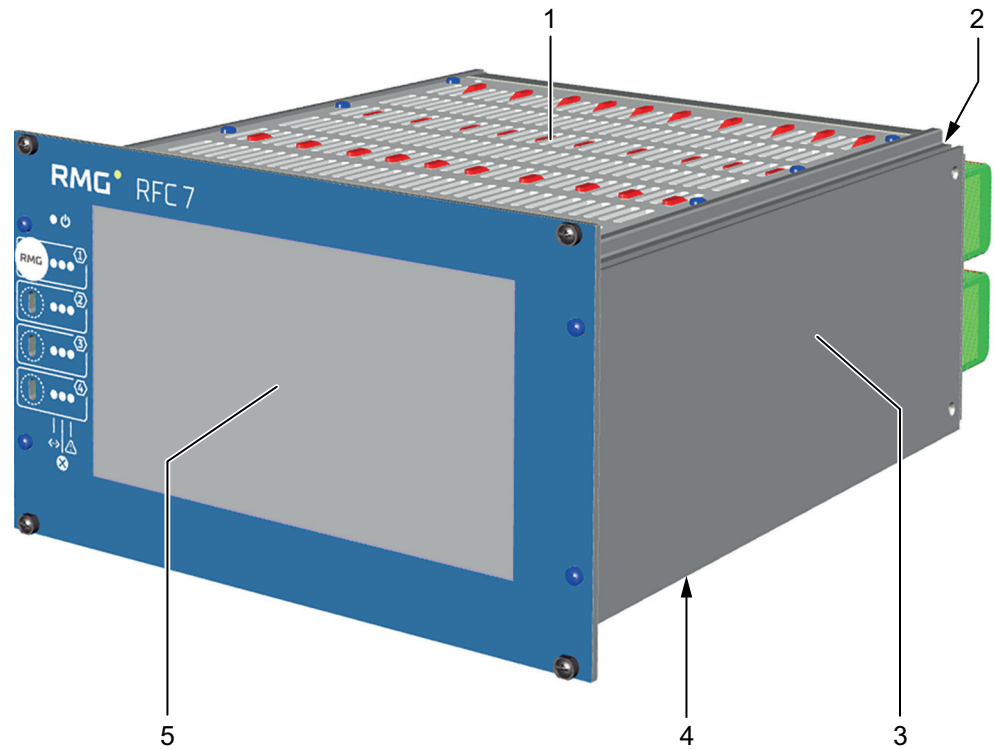

图 4: RFC 7 – 19" 壳体, 用于 1 至 2 个 Stream
- 19” 壳体，用于 1 – 2 个 **Stream**，见图 4